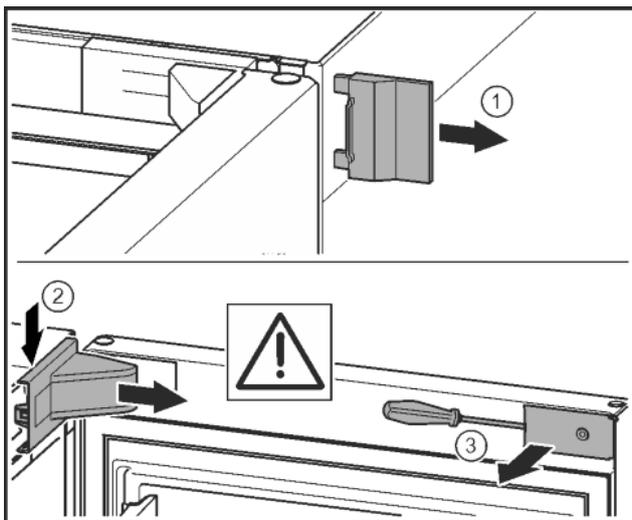

Fig. 10
- ▶ Äußere Abdeckung abnehmen. Fig. 10 (1)
- ▶ Lagerbockabdeckung austragen und lösen. Lagerbockabdeckung abnehmen. Fig. 10 (2)
- ▶ Blende mit Schlitzschraubendreher austragen und zur Seite schwenken. Fig. 10 (3)